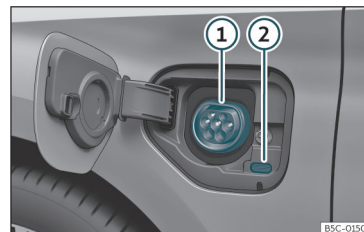

Fig. 202 Dietro il coperchio di ricarica della batteria nella parte anteriore sinistra: Presa di carica
» **fig. 202**
- Con il veicolo sbloccato, premendo il coperchio di ricarica della batteria, questa si apre >>> **fig. 202**.